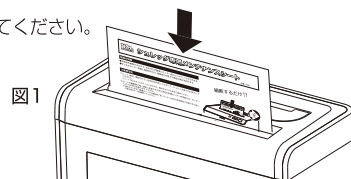
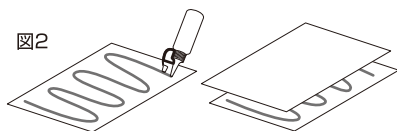

図1 シートに表記されている矢印の向きに従って、1枚投入してください。
図2 ①コピー用紙にオイルを塗ってください。 ②オイルを塗った紙の上に、もう1枚紙を重ねてください。
- 細断能力が低下し、頻繁に細断くすがつまるような場合は、シュレッタ専用メンテナンスシート(NSE-MSA5)を右の図1のように細断するか、ボトル入りの専用オイル(ISO-O30)を図2のように準備し、そのまま細断してカッター部をお手入れしてください。